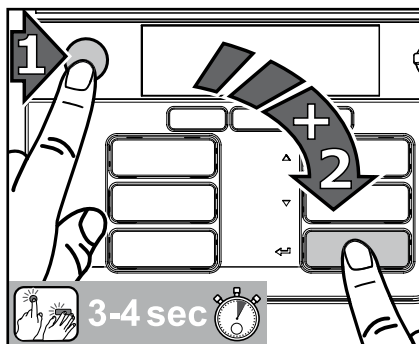

Bild 34
1. Tryck först på STOPP-knappen och sedan på Enter ↵ och håll båda knapparna intryckta samtidigt i 3-4 sekunder för att komma till rengöringsläget (bild 34).